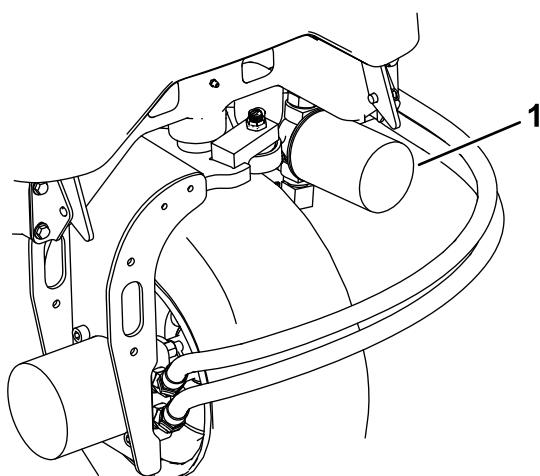
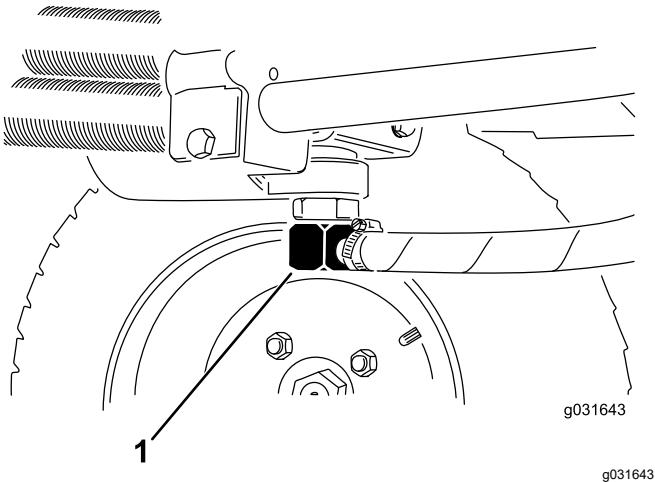

Figura 63
Figura 64
3. Limpe em torno da área de montagem do filtro, coloque um recipiente de escoamento debaixo do filtro e retire o filtro (Figura 63).
2. Desconecte as linhas hidráulicas ou retire o filtro hidráulico e deixe que o fluido hidráulico escorra para dentro de um recipiente de escoamento (Figura 63 e Figura 64).
3. Instale as linhas hidráulicas quando o fluido parar de escorrer (Figura 64).